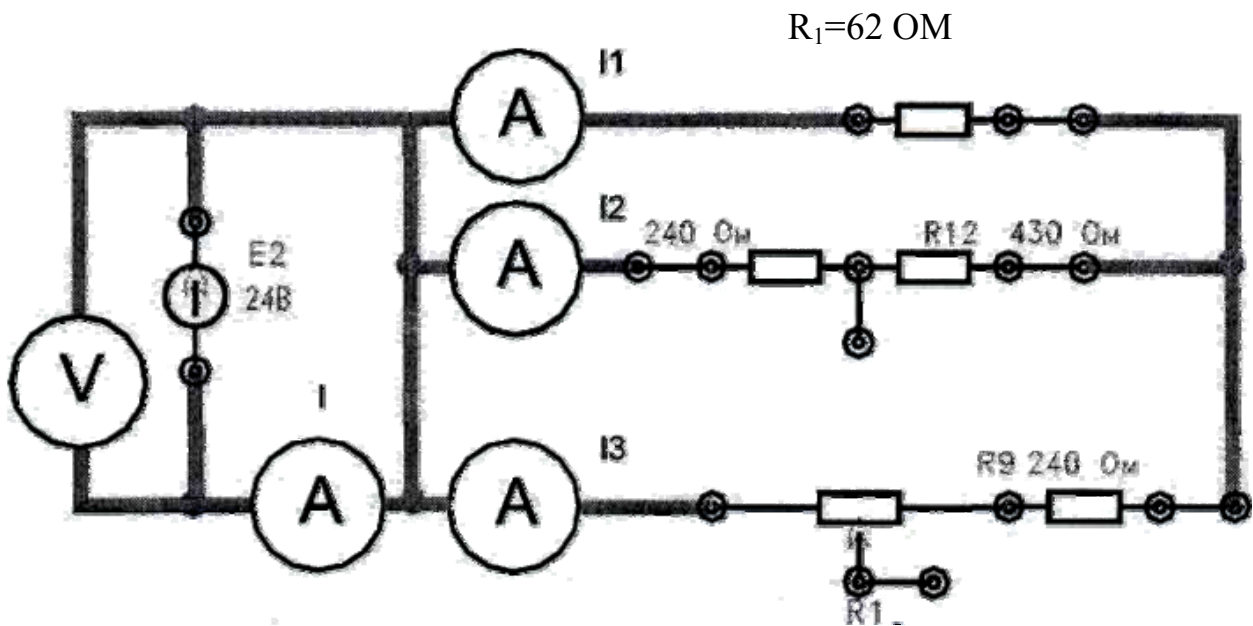

Рис. 3.
3.3.2. Изучить и собрать электрическую цепь (рис. 3).